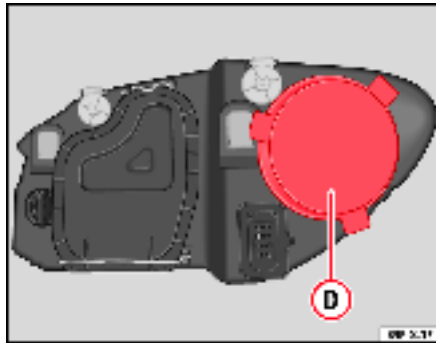

Fig. 188 Feu de croisement
- Retirez le cache ⇒ fig. 188 **D** en tirant dessus.